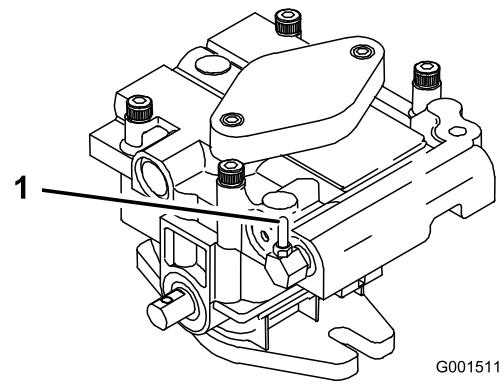

Figure 13
2. Ouvrez les vannes de dérivation en les tournant 1 à 2 fois dans le sens anti-horaire. Cela permet au liquide hydraulique de contourner les pompes et aux roues de tourner (Figure 13).